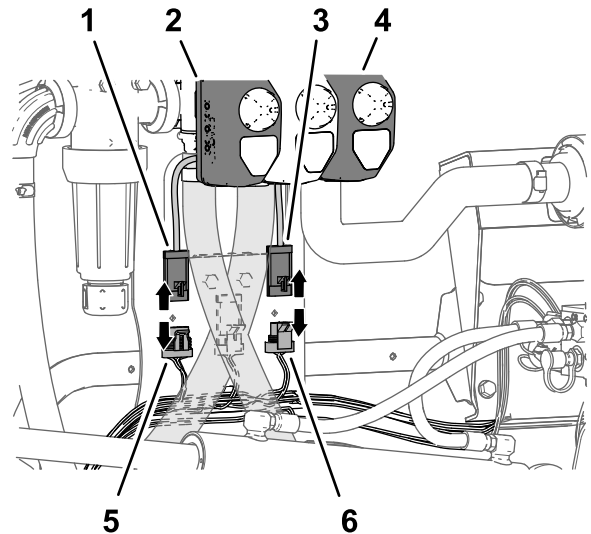

図 32
2. 車両用ワイヤハーネスのうち、RATE VALVEというラベルのついた4ソケットコネクタを、レートバルブのアクチュエータの4ピンコネクタから外す 図 32。
3. 車両用ワイヤハーネスのうち、MASTER SPRAY VALVEというラベルのついた3ソケットコネクタを、マスター散布バルブのアクチュエータの3ピンコネクタから外す 図 32。